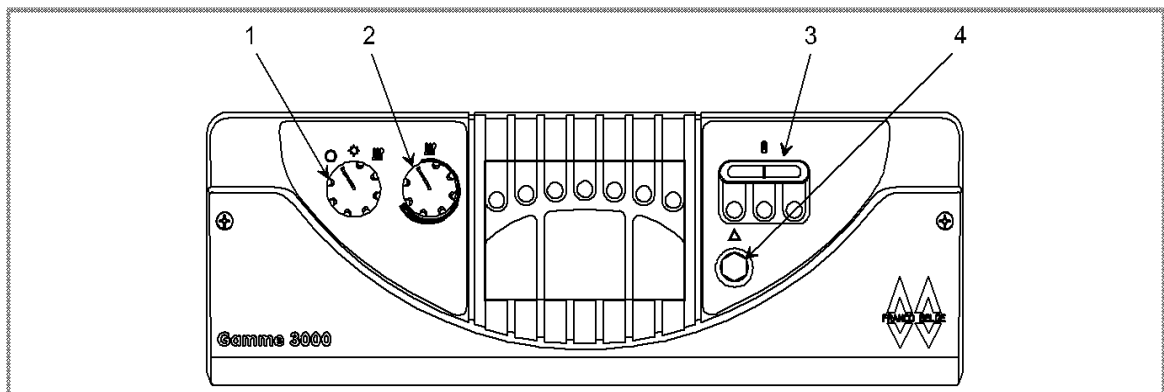

Figure 14 - Tableau de contrôle
- Positionner le commutateur (rep. 1, fig. 14) sur la fonction désirée :
- Régler le thermostat de chaudière (rep. 2, fig. 14) pour obtenir une température de chaudière de 50 à 60°C en été et 70 à 80°C en hiver.
- S'assurer que le thermostat de chaudière (rep. 2, fig. 14) est lui aussi en demande.
- S'assurer que le thermostat de sécurité est bien armé, pour cela dévisser le capuchon (rep. 4, fig. 14) et appuyer sur le bouton.
Positionner le commutateur sur **O** (rep. 1, fig. 14).
Lorsque la température dans le corps de chauffe dépasse 110°C, la chaudière est arrêtée par son dispositif de sécurité de surchauffe (rep. 4, fig. 14). Réarmer lorsque la température de l'eau sera redevenue normale. Si l'incident devait se reproduire, prévenir le technicien chauffagiste.